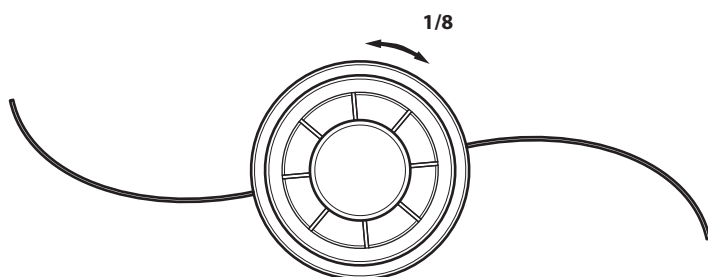

Fig. 7
**SI...** le tube inférieur de l'arbre ne rentre pas complètement dans le coupleur et que les orifices ne s'alignent pas, retirez le tube inférieur de l'arbre, tournez légèrement la tête de coupe (1/8e de tour) et répétez l'étape 4 (Fig. 7).